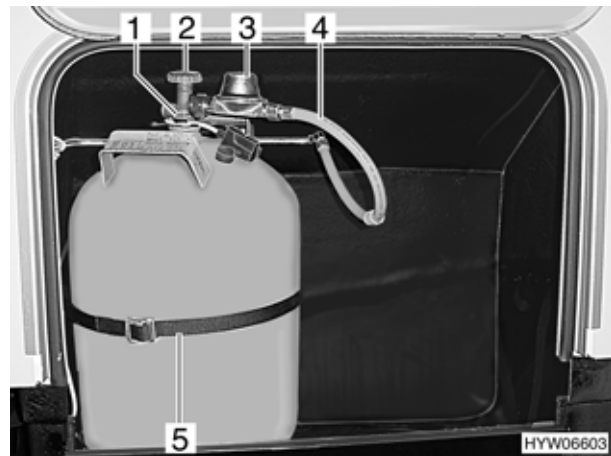

Fig. 56 Vano portabombole
- Chiudere la valvola principale (Fig. 56,2) della bombola del gas. Osservare la direzione della freccia.
- Rimuovere i clip dei sensori (Fig. 56,1) ed i sensori per il rilevamento della quantità di gas contenuto nella bombola.
- Svitare a mano il regolatore di pressione (Fig. 56,3) del gas, con tubo (Fig. 56,4), dalla bombola del gas (filettatura sinistrorsa).
- Allentare la cinghia di fissaggio (Fig. 56,5) ed estrarre la bombola del gas.